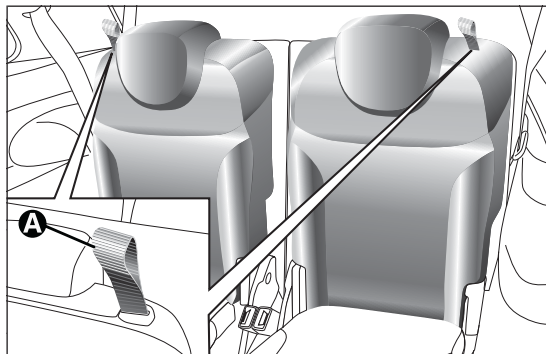

fig. 8
- ☐ levantar el dispositivo A fig. 8 para abatir el respaldo del asiento izquierdo o derecho. El respaldo se abatirá automáticamente hacia delante. Si es necesario, acompañar el respaldo en la primera parte del abatimiento.